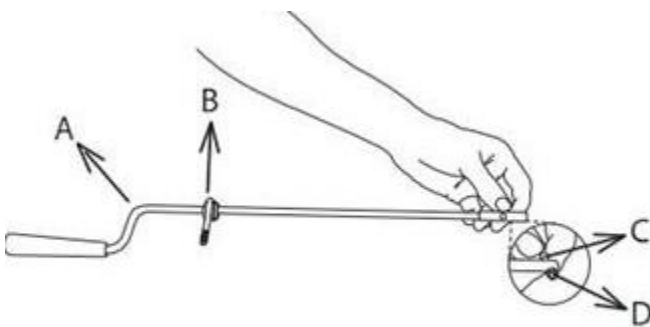

Рис. 12
3. Зберіть систему регулювання напрямку викидання снігу, як показано на рис. 12, 13, 14. Розташуйте верхню і нижню частини важеля керування поворотами жолоба одна до одної. Розкрутіть болт та гайку, розташовані на верхній частині важіля керування поворотами жолоба (важіля зміни напрямку викидання снігу)